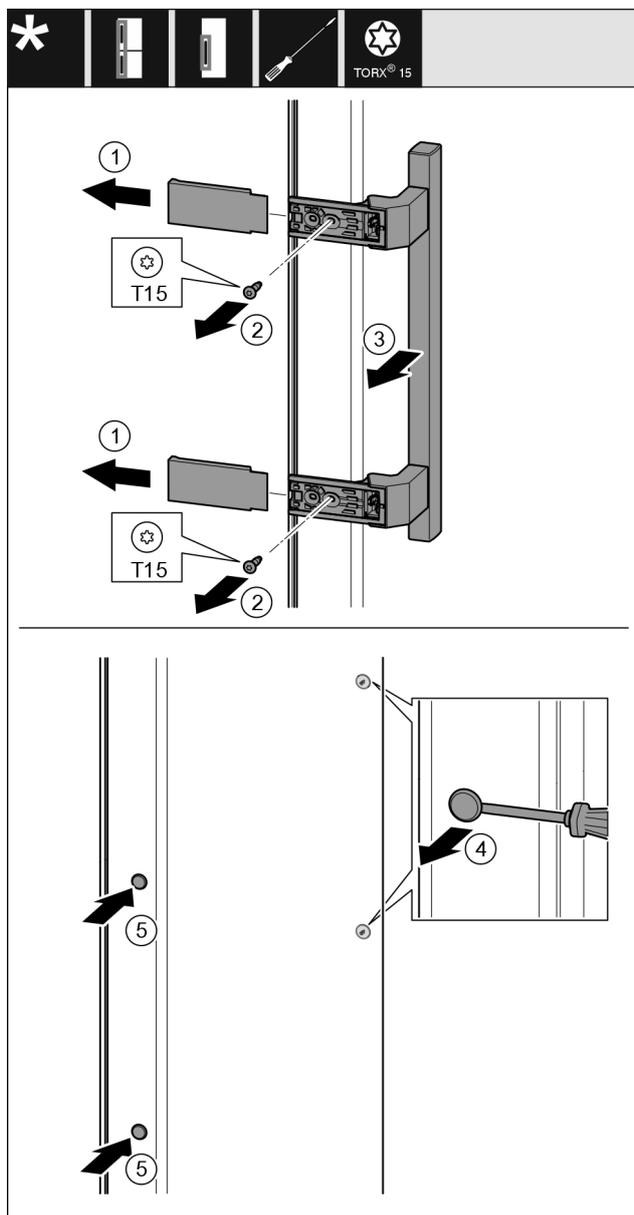

Fig. 21
- ▶ Togliere la copertura Fig. 21 (1).
- ▶ Estrarre le viti Fig. 21 (2) con un cacciavite.
- ▶ Rimuovere la maniglia Fig. 21 (3).
- ▶ Sollevare il tappo laterale Fig. 21 (4) con cautela con un cacciavite a intaglio ed estrarlo.
- ▶ Reinscrivere il tappo Fig. 21 (5) sull'altro lato.